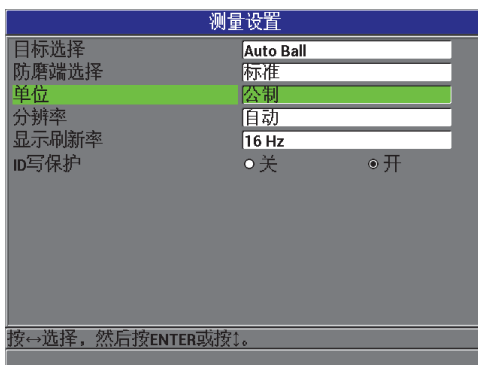

图 3-2 测量设置屏幕 — 单位
3. 在**测量设置**屏幕中（参见第 59 页的图 3-2），将**单位**设定为**英制**或**公制**。
3. 在**测量设置**屏幕中（参见第 59 页的图 3-2），将**显示刷新率**设置为想要的值：**4 Hz**、**8 Hz**、**16 Hz** 或 **20 Hz**。
3. 在**测量设置**屏幕中（参见第 59 页的图 3-2），将**分辨率**设置为所需的选项：